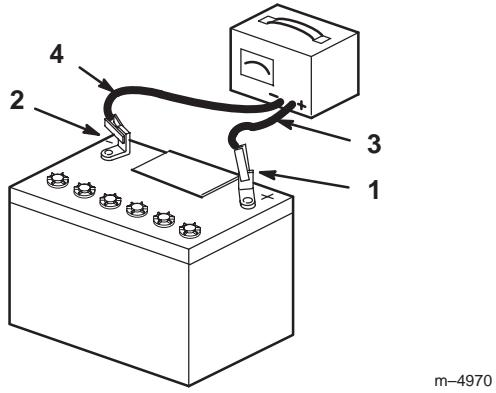

Figure 71
- Quand la batterie est chargée au maximum, débranchez le chargeur de la prise, puis débranchez les fils du chargeur des bornes de la batterie (Fig. 71).